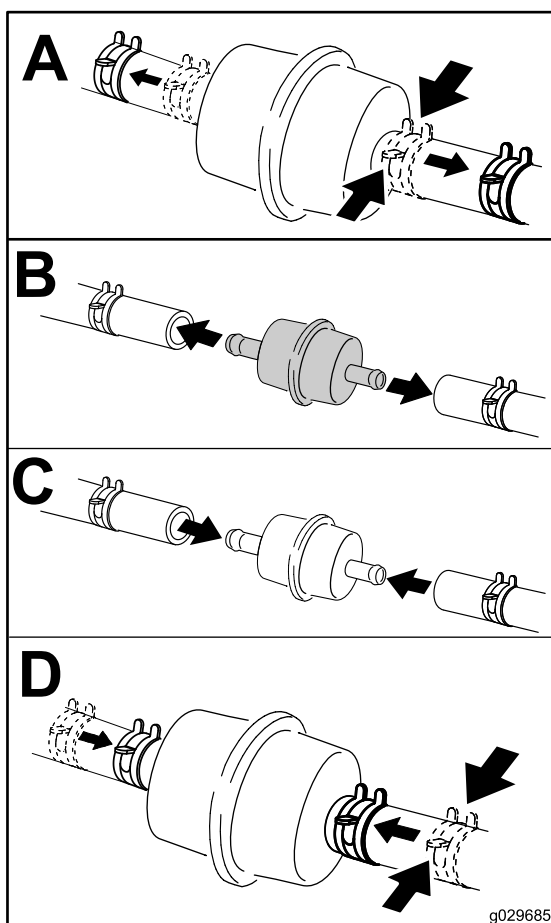

图 42
4. 如图 42 所示在燃油滤清器下面放置一个清洁容器并更换燃油滤清器。